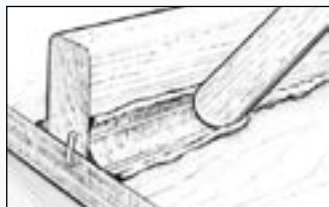

Рис.13. Сформируйте и разровняйте стык
2. Сформируйте скругление и выровняйте материал при помощи специального инструмента (для этой цели идеально подходит палочка для смешивания) вдоль стыка, растапливая избыточный материал, располагающийся перед инструментом. За пределами сформированного скругления останется некоторое количество избыточного материала (Рисунок 13). Этот материал может использоваться для заполнения пропущенных участков. Разравнивайте материал до тех пор, пока вы не будете удовлетворены внешним видом стыка. Палочка для смешивания обеспечит радиус скругления в 10 мм. Для формования скругления с большим радиусом используйте пластиковый скребок 808, обрезанный по необходимой форме или выгнутый в соответствии с необходимым радиусом.